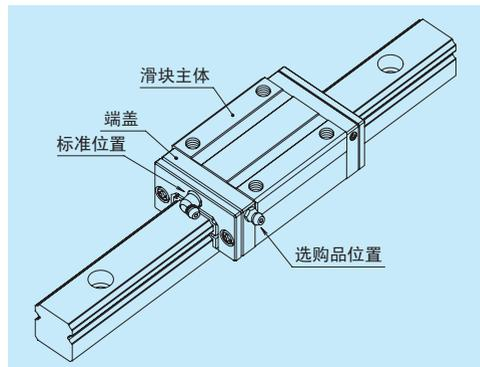

图 12 润滑用零件的安装位置
- 润滑脂注入嘴标准型号的位置是安装在滑块的端面，作为选购品也可安装在端盖的侧面 (图 12)。